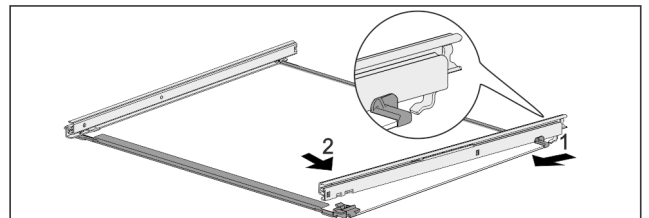

Fig. 121 Sklenená doska s koľajničkami
- ▶ Zaháknite koľajničku vzadu. Fig. 121 (1)
- ▶ Zaklapnite koľajničku vpredu. Fig. 121 (2)